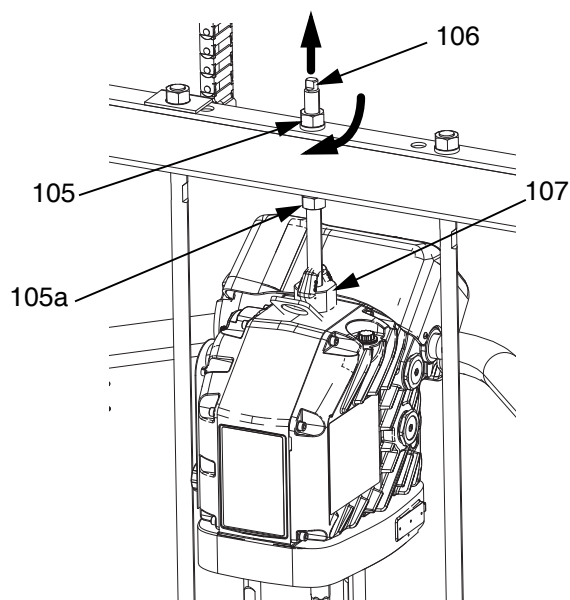

FIG. 24
- a. Använd skiftnyckeln på muttern (105) ovanpå tryckställningsstången för att sänka drivenheten på kolvpumpen. Se FIG. 24 på sidan 31. Dra åt muttern (105) och dra åt den under tryckställningsstången. Dra åt muttern (105) under tvärstycket till maximalt 34 N•m (25 ft-lbs).